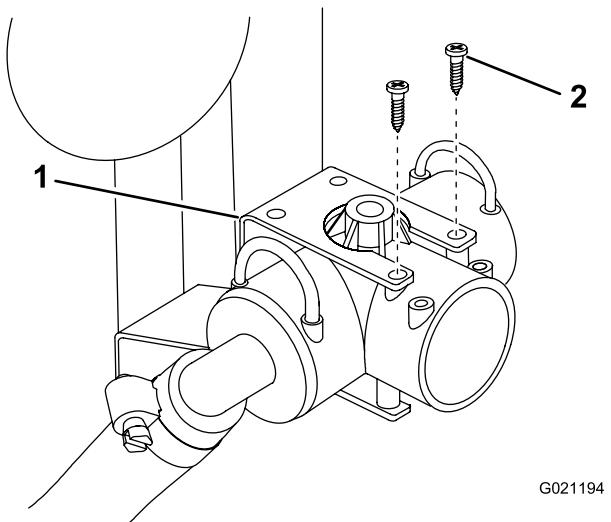

Figura 5
3. Rimuovere le 2 viti che fissano il raccordo a T alla staffa di montaggio. Rimuovere il raccordo a T e i flessibili (Figura 5).
2. Vite (2)
4. Montate la nuova valvola di regolazione nel punto di connessione libero sul raccordo a T e fissatela con un nuovo fermo (Figura 5).